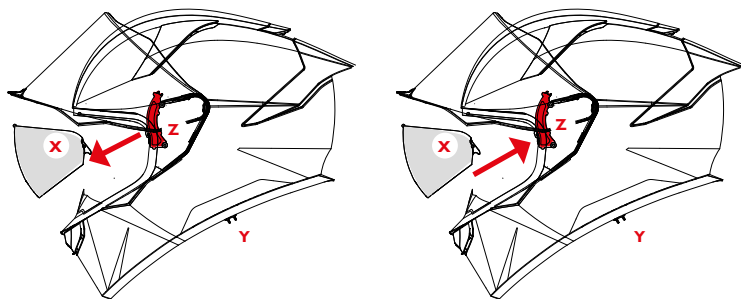

FIGURA 14
**Extracción del visor solar** — Figura 14